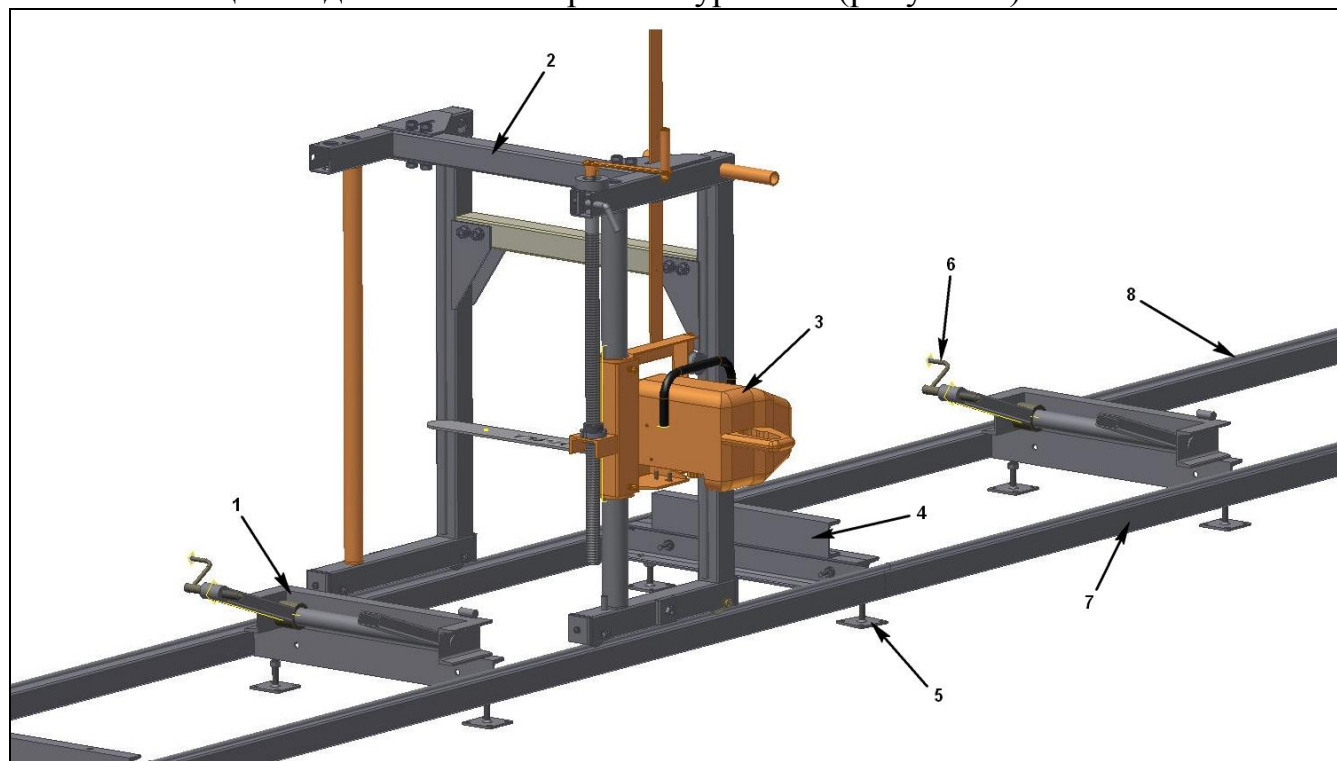

Рисунок 1 – Общий вид шинной пилорамы Мурка М5
6.1 Общий вид шинной пилорамы Мурка М5 (рисунок 1).